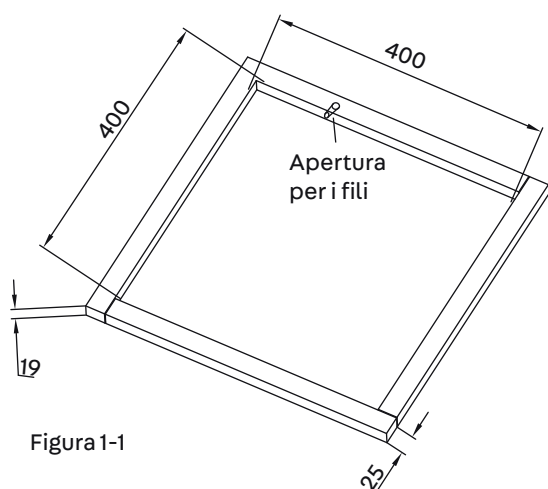

Figura 1-1
Se l'apertura di ventilazione sul tetto non viene usata, occorre tagliare una nuova apertura nel tetto del veicolo (vedere Figura 1-1). Creare un'apertura corrispondente anche nel tetto interno del veicolo. Prestare attenzione durante questa operazione. Se l'apertura è rivestita, potrebbero generarsi crepe. Una volta che ci si è assicurati che le aperture nel tetto e nel tetto interno siano della misura giusta, inserire una struttura di supporto intelaiata tra il tetto esterno e il tetto interno. La struttura a telaio rinforzato deve rispettare le seguenti linee guida:
2. Deve mantenere la superficie esterna del tetto e il tetto interno separati e sostenerli in modo che non si verifichino guasti quando il climatizzatore a tetto e il gruppo sono avvitati insieme. Un tipico telaio di supporto è illustrato nella Figura 1-1.